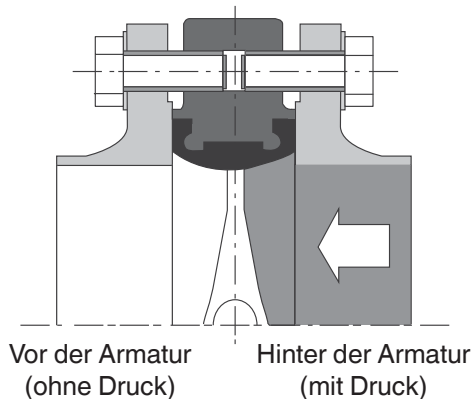

Abbildung 5: Erster Einbauschritt
3. Alle Schrauben an der Seite hinter der Armatur über Kreuz lösen (siehe Abbildung 5 - 7).